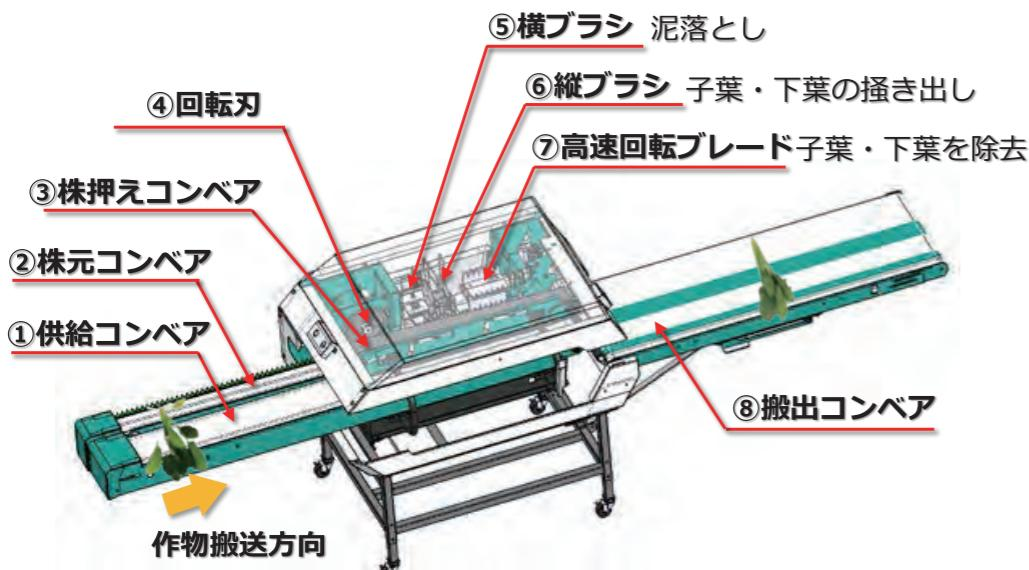

図1 調製機の構造概要
- 軟弱野菜の高能率調製機は、ホウレンソウの出荷調製作業である根部切断と子葉・下葉除去を一工程で行う機械で（図1、表1）、供給部、調製部、排出部の3つの部分で構成されています。